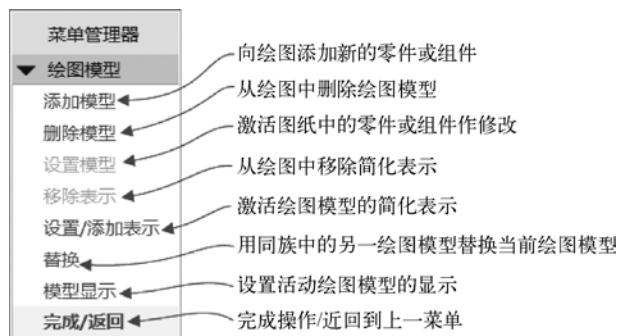

图 12-7 “绘图模型”菜单
② 系统弹出一个提供“绘图模型”菜单的菜单管理器，如图 12-7 所示。在“绘图模型”菜单中选择“添加模型”选项，弹出“打开”对话框，选择要作为绘图模型添加到当前绘图的模型来打开。该模型被设置为当前绘图模型。